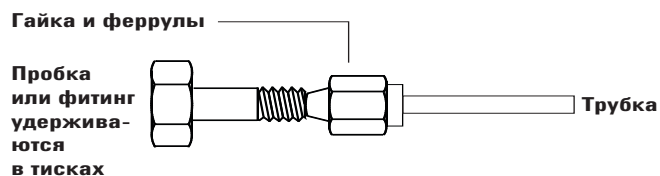

Рисунок 18 Сборка фитинга
- 3 Вставьте трубку в заглушку из нержавеющей стали (см. Рис. 18).